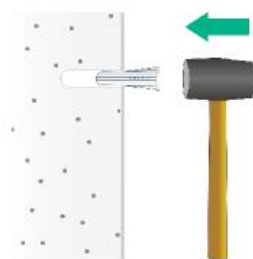

图 1-4 固定膨胀螺管
(3) 使用橡胶锤将膨胀螺管敲入安装孔，直到将膨胀螺管与墙面齐平，如图 1-4 所示。